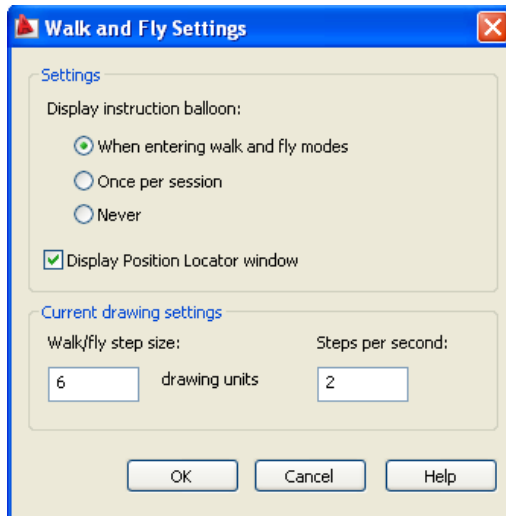

Рис. 3.11
- кнопка Walk and Fly... – загрузка діалогового вікна Walk and Fly Setting (рис. 3.11), яке дозволяє встановити параметри обходу та об'льоту;